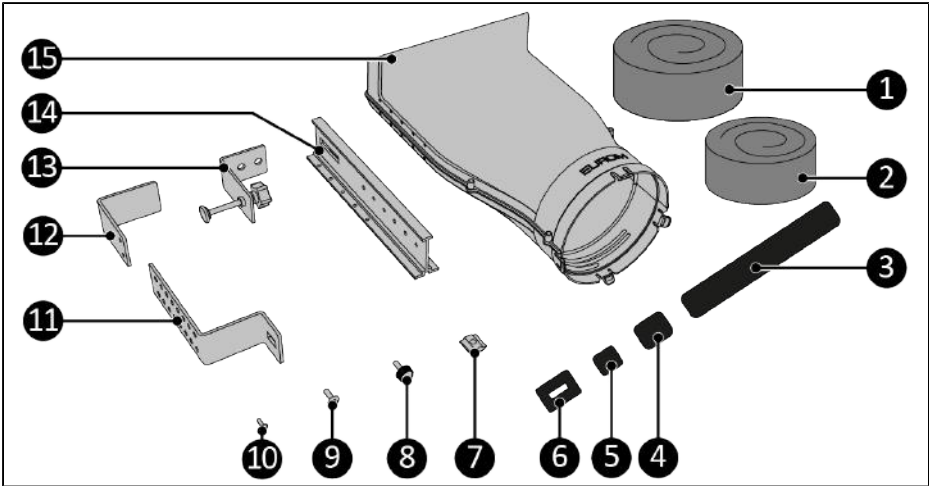

Abbildung 105.
1. Überprüfen Sie, ob alle Materialien gemäß Abbildung 105 vorhanden sind.